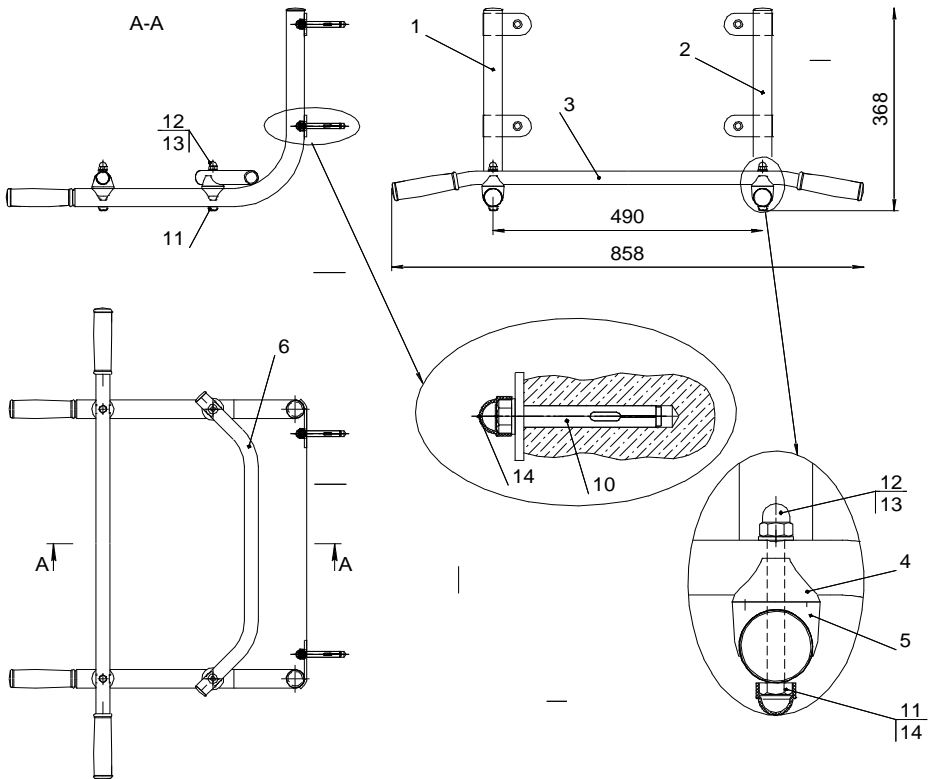

Рисунок 1. Схема сборки и установки турника на стену
10.4.1 Собрать турник (рис. 1).